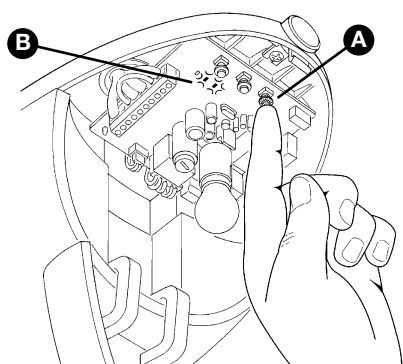

Figura 61
**2** En la central, presione y mantenga apretado durante tres segundos el botón P3 [A], luego suéltelo (Figura 61).